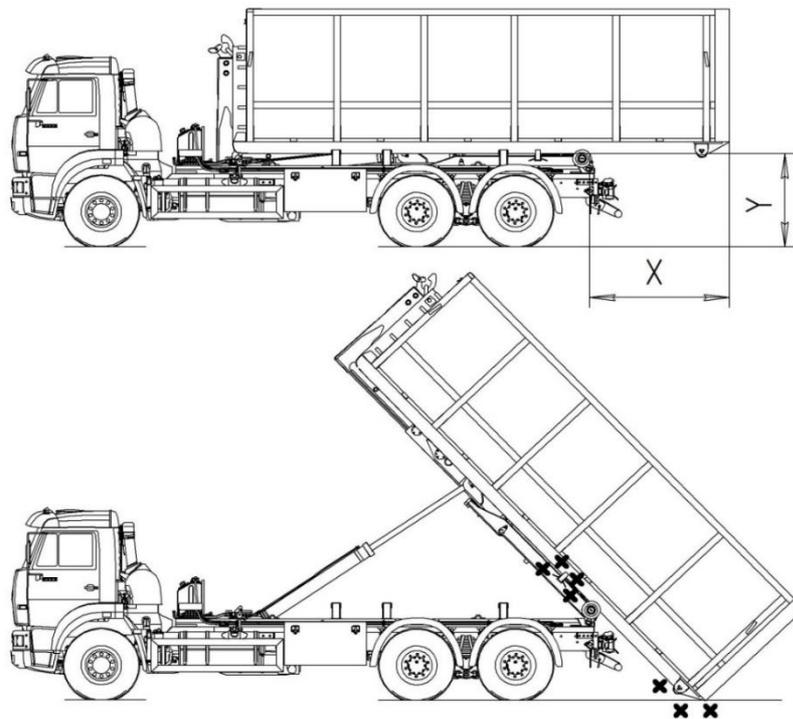

Рисунок 12 – Слишком большой свес кузова
Перед опрокидыванием сменного кузова убедитесь, что выходящая за задние ролики длина задней части кузова (X) меньше, чем высота от земли до низа кузова (Y). При опрокидывании большой свес кузова может столкнуться с землей, и оборудование или кузов могут получить повреждения (рисунок 12).